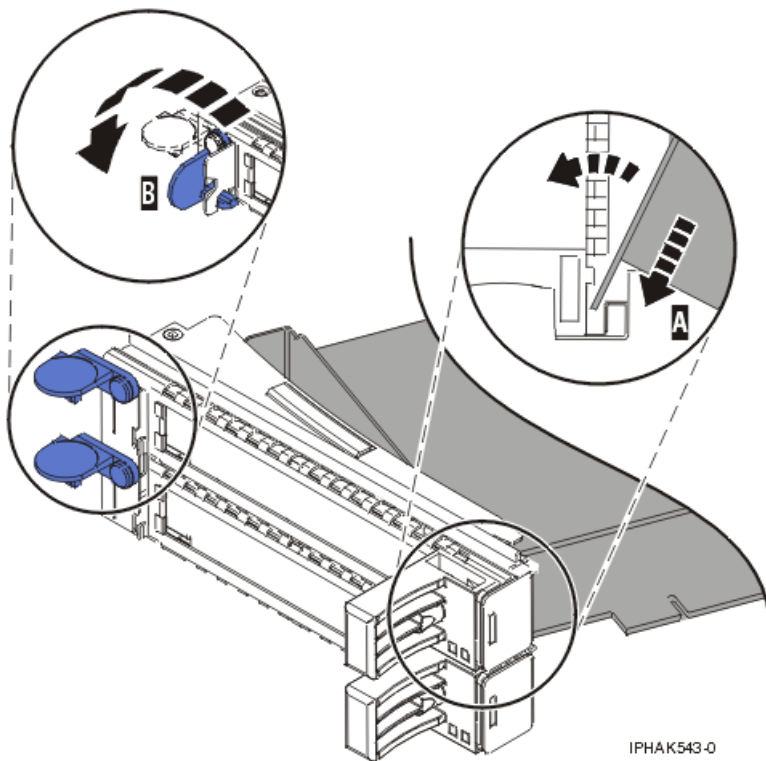
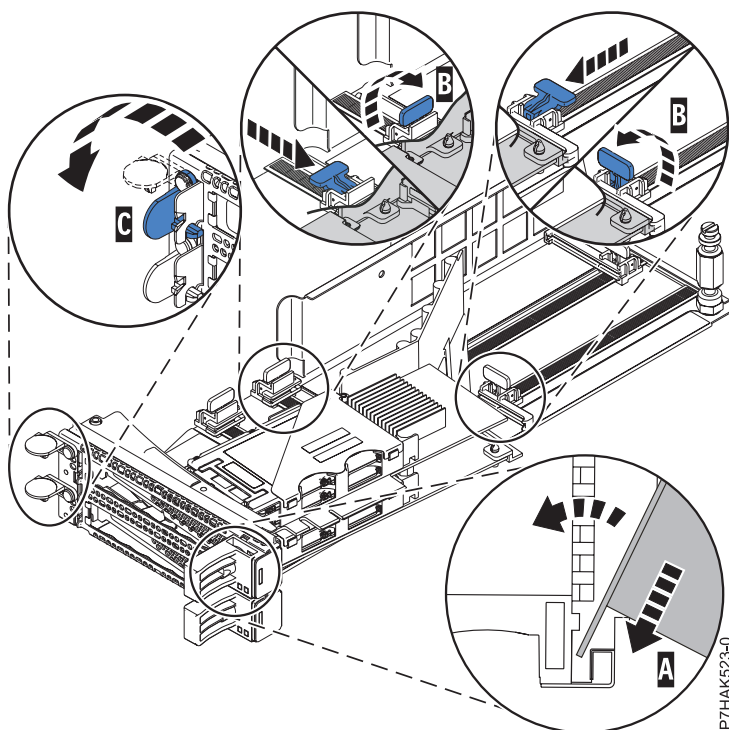

Figure 155. Remplacement de la carte de la cassette de cartes PCI
Figure 156. Remplacement d'une carte PCIe RAID et SSD SAS dans la cassette de la carte PCI
- Placez le levier de blocage de la contre-poupée en position ouverte, insérez fermement la carte dans le bloc de retenue (A). Pour une carte PCI standard, voir figure 155, à la page 182. Pour une carte PCIe RAID et SSD SAS, voir figure 156, à la page 182.
- Fermez le levier de blocage de contre-poupée (C).